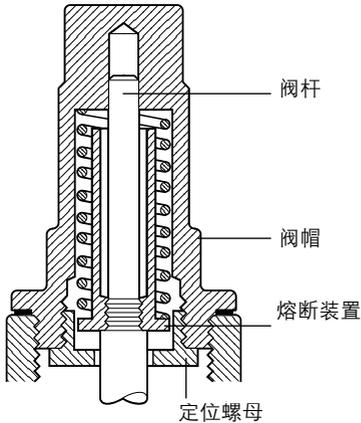
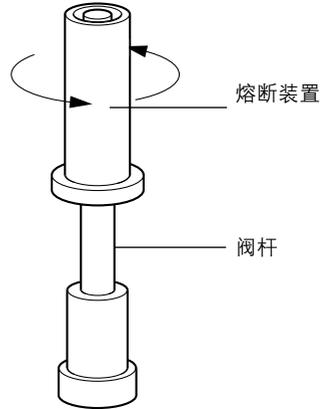

图 7
图 8
(参见图7和图8)
- 更换或重新设置熔丝，隔离阀门，并拆下阀帽（见图7）。
- 现在熔丝可以从杆上拆下，如图8装上新的。